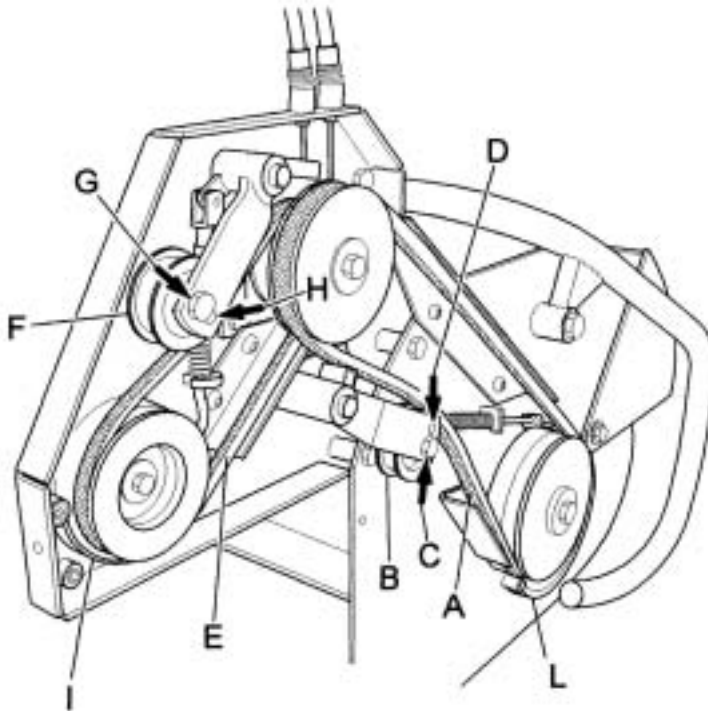

Fig. 9
- Si la correa (fig. 9 ref. A) está floja y no hace correctamente su función de arrastre del rotor de las cuchillas, hay que pasar el tensor (fig. 9, ref. B) del orificio inferior (orificio C) al superior (orificio D).
- Si la correa (fig. 9 ref. E) está floja y no hace correctamente su función de arrastre de la polea de avance de la máquina, hay que pasar el tensor (fig. 9, ref. F) del orificio superior (orificio G) al inferior (orificio H).
ATENCIÓN. Después de haber terminado las regulaciones mencionadas arriba, hay que comprobar que el freno del rotor porta-cuchillas (fig. 9, ref. L) y el freno de avance de la máquina (fig. 9, ref. I) ejerzan su función de seguridad, parando respectivamente el movimiento del rodillo y el de la máquina.